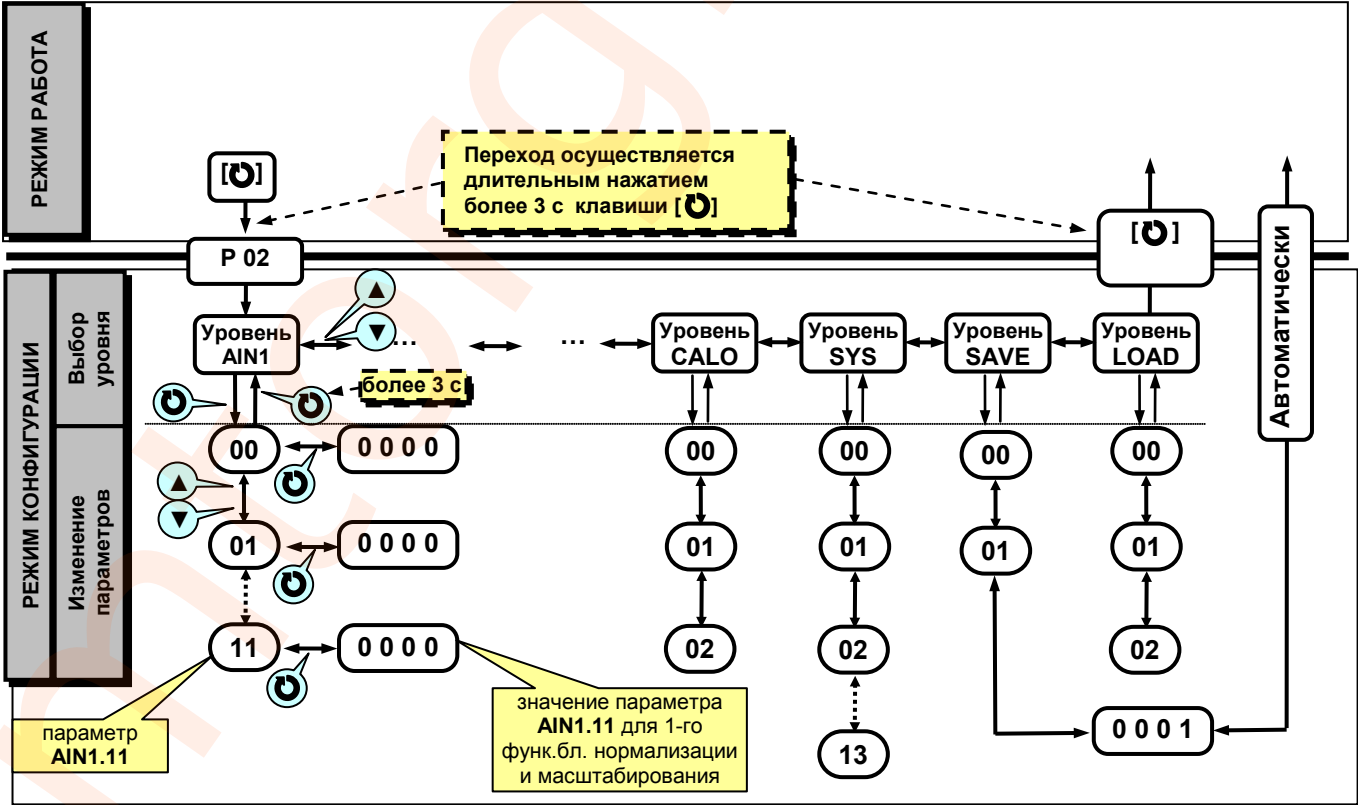

Рисунок 4.2 - Диаграмма режимов конфигурации и настроек
- Параметры, используемые в индикаторах ИТМ-111, ИТМ-111В, сгруппированы в уровни и представлены на диаграмме – см. рисунок 4.2.
В тексте руководства по эксплуатации идет ссылка на параметр из таблицы параметров индикатора в виде XXXX.YY (например ALRM.00), где XXXX – название УРОВНЯ, а YY – номер пункта меню (смотри рисунок 4.2).